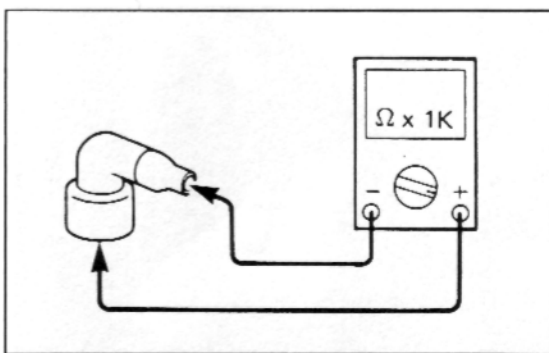

Bild 96
-  Widerstand des Zündkerzensteckers muss 9 bis 11 k Ω betragen, siehe Bild 96.